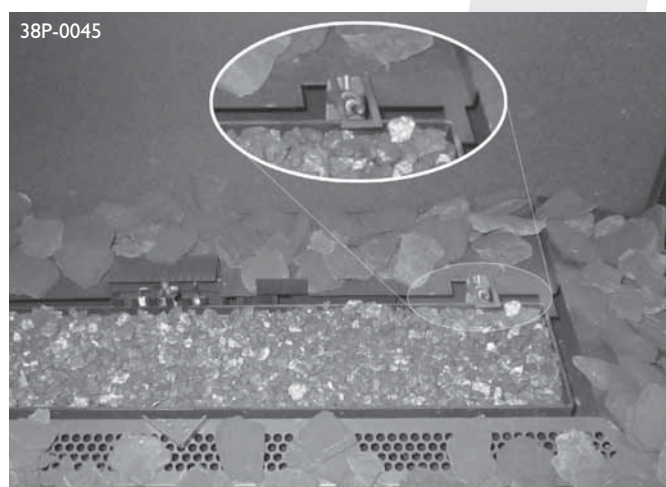

fig. 10a
- Veillez à ce que le thermocouple 2 et l'espace qui l'entoure restent dégagés (voir la Fig. 10a).